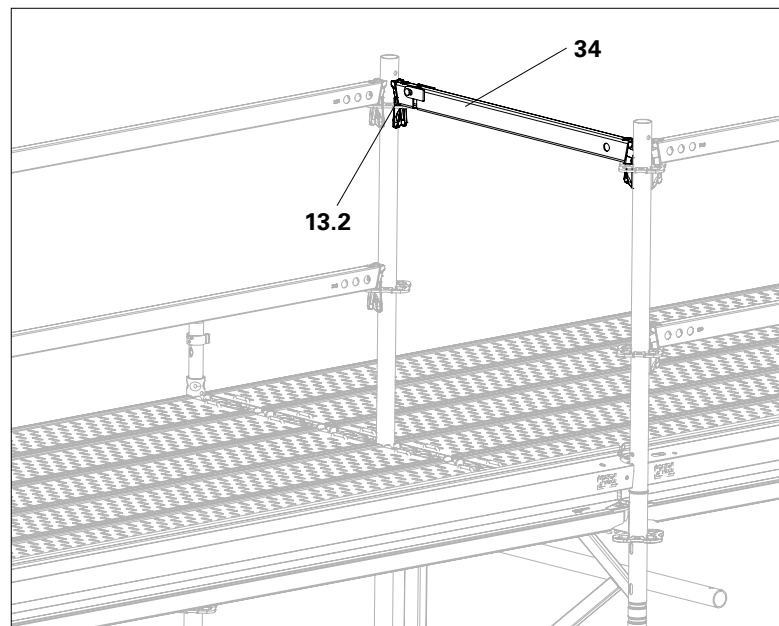

Abb. A5.11
2. Keile festschlagen. (Abb. A5.11)